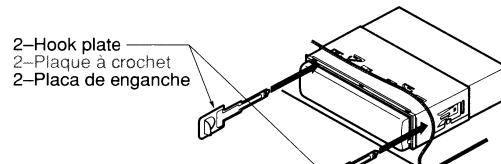

Figure 9 / Figure 9 / Figura 9
4. Insert and lock the hook plates. (Figure 9)
4. Insérer et verrouiller les plaques à crochet. (Figure 9)